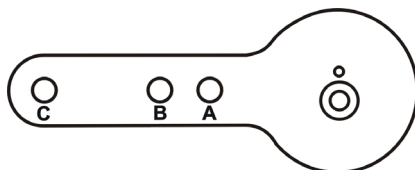

Figure 13 Levier pour actionneur Masoneilan à ressorts multiples Modèle 87/88
3. Sélectionner le trou de montage A, B, C ou D pour la course de la vanne. Par exemple, l'orifice B est montré Figure 13 à la page 27 pour un actionneur de taille 10 avec une course de 1.0 po. Sauf indication contraire, le montage SVI II AP suppose que l'actionneur se trouve en position verticale normale. Le trou de montage dans l'ouverture à fente du support de montage doit être laissé en faisant face à l'actionneur, avec l'actionneur en position verticale.
6. Attacher l'extrémité de la tige filetée à droite sur le levier du SVI II AP en utilisant une vis et un écrou de 1/4 - 20 x 1 po de la manière indiquée. La position de l'orifice de levier à utiliser dépend de la course de la vanne spécifique. Se reporter à la Figure 13 à la page 27 et à la "Sélection de liaison de la vanne linéaire", Tableau 4 à la page 28.